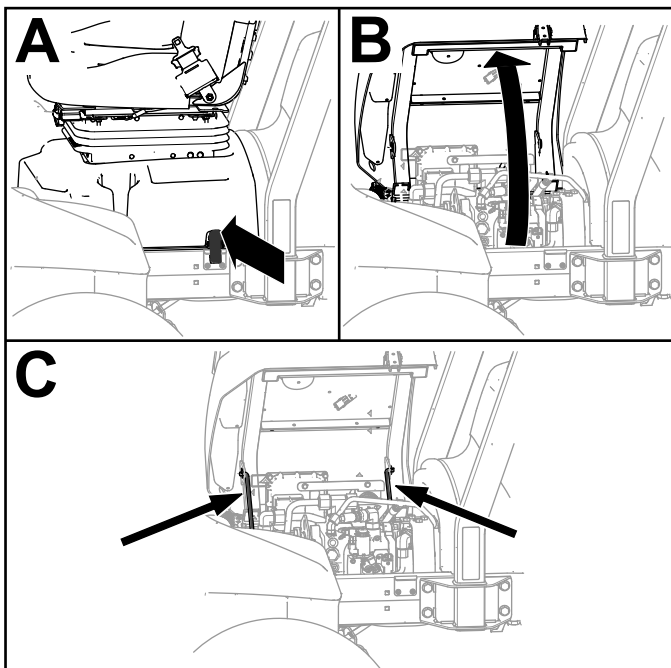

Figura 104
1. Deblocați baza scaunului (A din Figura 104).
2. Înclinați scaunul și baza în poziție deschisă (B din Figura 104).
3. Sprijiniți cu tijele de susinere (C din Figura 104).